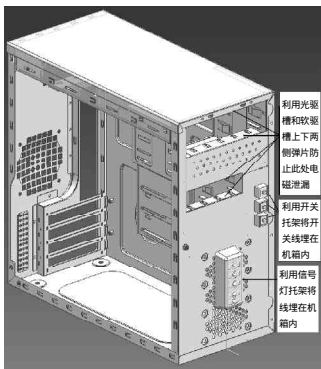

图5 前部 EMC 功能改进图
险。为此,目前最为流行和有效的办法,是依靠托架,将电源开关和各种信号指示灯的连线埋在机箱内部,限制和减缓由其引起的电磁辐射(图5)。至于前部的圆形开口应控制在8mm之内。
2. 在图 5 的 FDD/CD-ROM 位置上下两侧,增加适量的 EMC 金属弹性接触点;